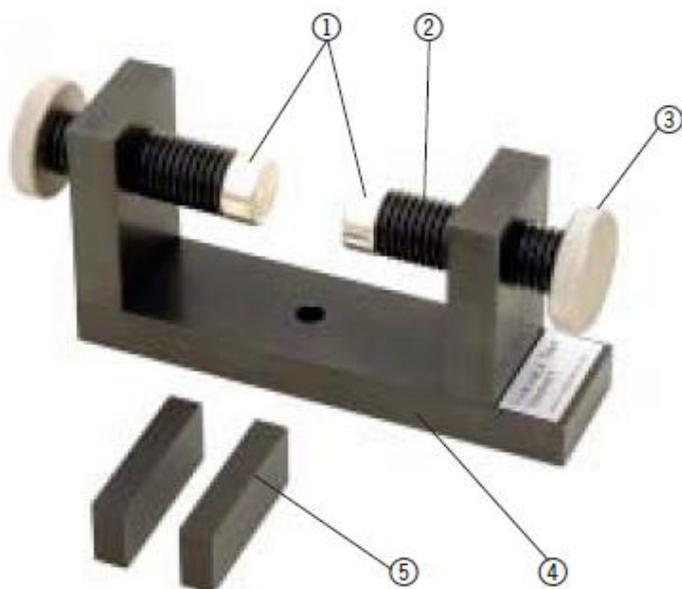

Fig.1: Fornitura
- verticalmente, come in fig. 1